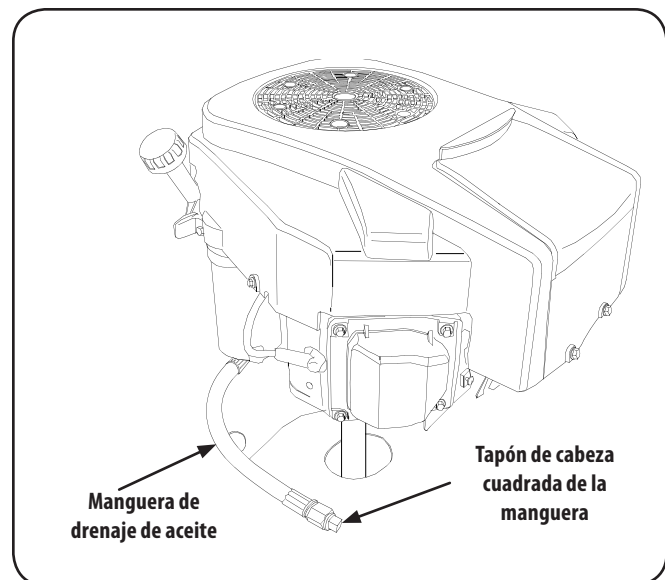

Figura 6-1
4. Mientras sostiene el extremo libre de la manguera de drenaje de aceite sobre el recipiente de recolección de aceite, desatornille el tapón de la manguera del extremo de la manguera. Vea la Figura 6-1. Drene el aceite del motor dentro del recipiente.